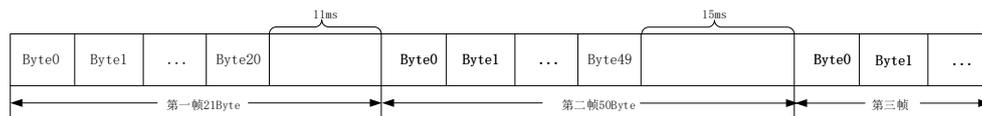

图 4.27 码间超时示意图
- 码间超时：该配置用于串口判断数据是否已接收完成。如图 4.27 所示，当码间超时配置成 10ms，如果串口传输过程中出现空闲超过 10ms 那么串口会把前面已收到数据当做一个分帧。用户需要根据波特率合理配置码间超时时间，避免出现码间超时小于一个码元时间。